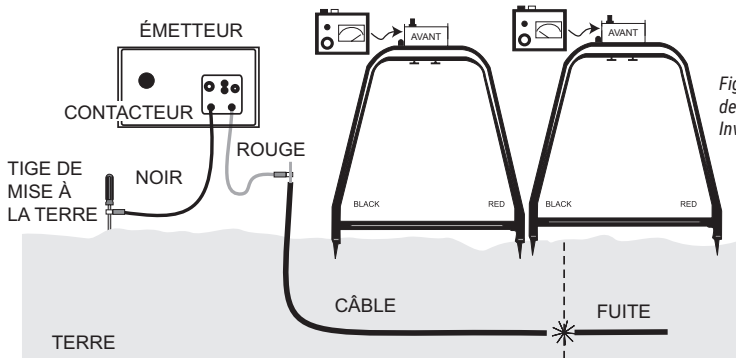
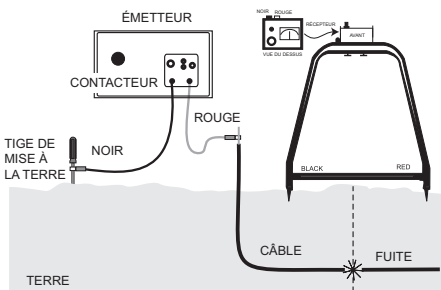

Figure 3. Chemin de câble-sonde - Inversion
Figure 4. Récepteur de remise à zéro - Premier essai
5. Allumez le récepteur. Vérifiez l'état de la batterie en appuyant sur le bouton de test de la batterie et observez le contrôleur. Enfoncez dans la terre les sondes du cadre en « A ». (Voir la figure 3.) Si toutes les sondes sont correctement mises à la terre, le récepteur s'activera en direction de la fuite (loin de l'émetteur) en synchronie avec le bippeur de l'émetteur. Réglez toujours la sensibilité du récepteur pour une lecture inférieure à la pleine échelle et corroborez les signaux sonores de l'émetteur avec les indications du contrôleur récepteur.
7. Pendant la vérification, vous observerez une inversion dans le contrôleur récepteur, un signal « noir », lorsque vous aurez passé la fuite. Déterminez l'emplacement exact en déplaçant le cadre en « A » vers le signal « noir » jusqu'à ce qu'il redevienne rouge. (Voir la figure 3.) Déplacez ensuite le cadre en « A » par petits incréments en direction du signal rouge jusqu'à ce qu'il redevienne noir ou nul. (Voir la figure 4.)
*Remarque: Le récepteur indiquera une valeur nulle lorsque les sondes enjambent exactement la fuite. Marquez cet emplacement. (Voir les figures 4 et 5.)*